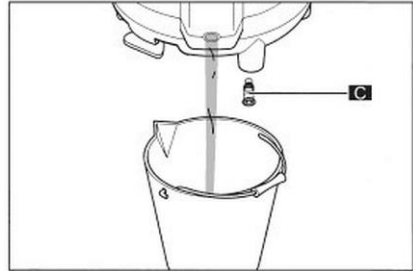

Рис. 45
7. Потягнути зливний гвинт (С) і дати воді повністю стекти з ємності для води (рис. 45).